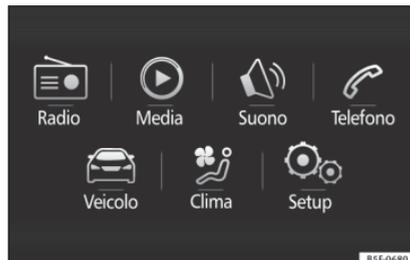

Fig. 35 Vedasi ubicazione a pag. 7-8
- Premere il tasto (MENU) del sistema e, quindi, il pulsante (CAR) » fig. 35 o il tasto (CAR) del sistema per accedere al menu CAR » fig. 36.